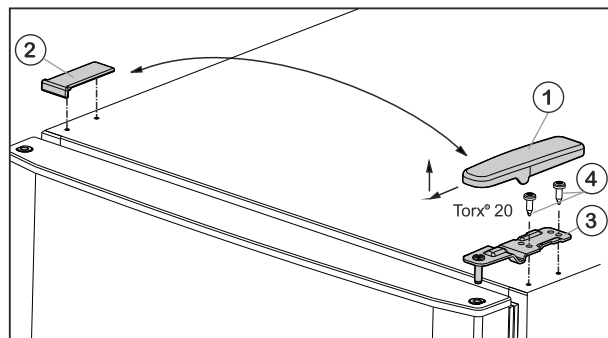

Fig. 6
- Afdekking Fig. 6 (1) naar voren en omhoog wegtrekken.
- Afdekking Fig. 6 (2) verwijderen.
- Bovenste scharnierplaat Fig. 6 (3) losschroeven (2 keer Torx® 20) Fig. 6 (4) en omhoog wegtrekken.
- Bovenste scharnierplaat Fig. 6 (3) op de nieuwe scharnierzijde in de deur plaatsen.
- Bovenste scharnierplaat **vastschroeven (met 4 Nm)** (2 keer Torx® 20) Fig. 6 (4). Eventueel een accuboormachine gebruiken.
- Afdekking Fig. 6 (1) van buitenaf terugplaatsen op de andere zijde en vastklikken.
- Afdekking Fig. 6 (2) telkens van bovenaf terugplaatsen op de andere zijde en vastklikken.